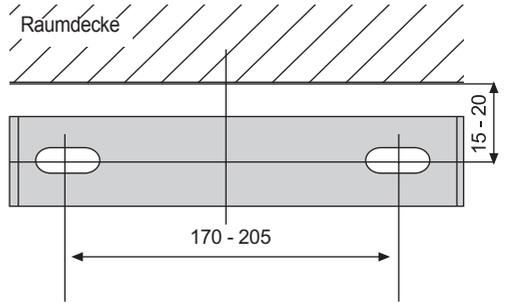

Abb. 17
Befestigen Sie das Montageblech (9) (Abb. 17) mit zwei Schrauben 3,5x25 mm (18) und zwei Dübeln 6 mm (19) an der Wand. Wählen Sie den Abstand des Montagebleches (9) entsprechend nebenstehender Skizze (Abb. 18)